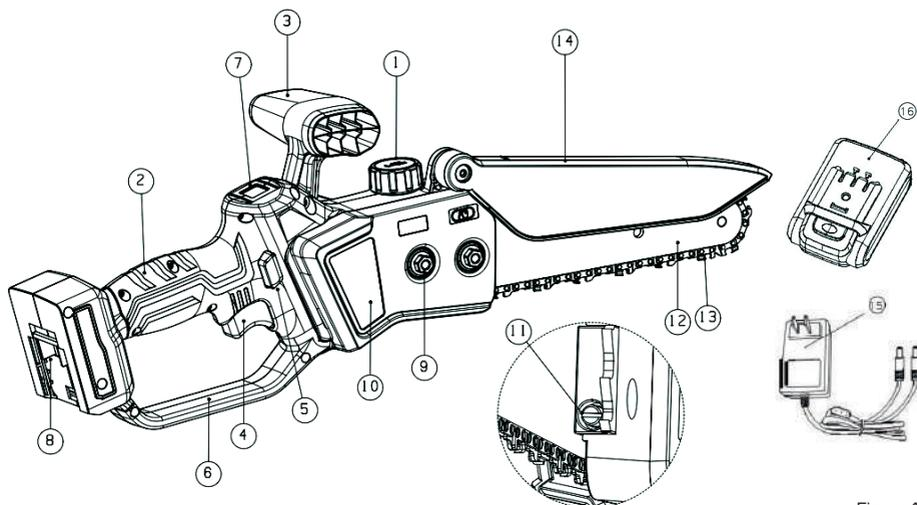

Figura 1
- b) Controllare la tensione della catena particolare n.13 (Figura 1), se troppo lenta o troppo tesa procedere con la regolazione come specificato al paragrafo Q.4
- d) Verificare che entrambi i dadi di blocco particolare n.9 (Figura 1) siano avvitati correttamente
- Rimuovere il coperchio di protezione del pignone, svitare i due dadi di blocco n.9 e rimuovere la piastra di protezione del pignone n.10 (Figura 1)